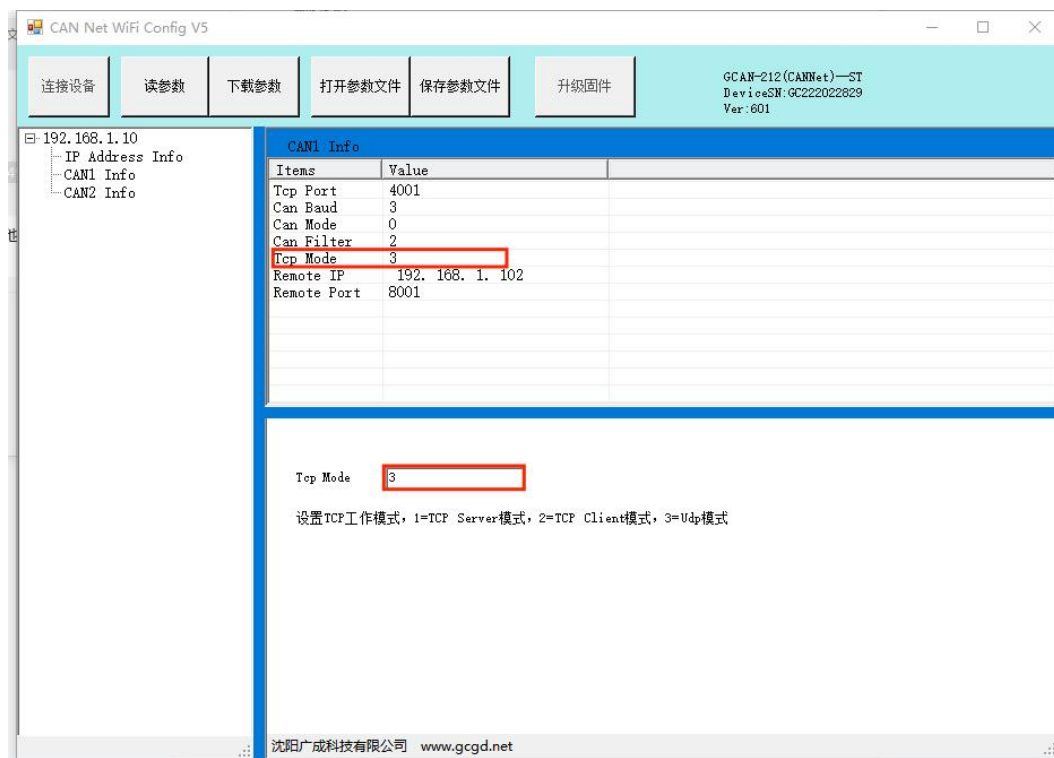

图 1-6 Tcp Mode 设置
3、设置【Tcp Mode】为 3，即 udp 模式如图 1-6 所示